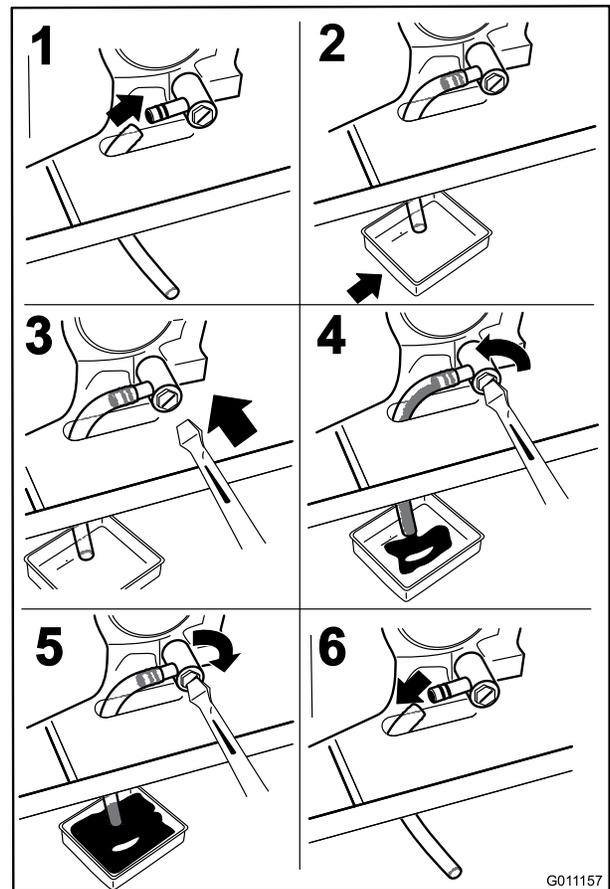

Figure 32
4. Avant de quitter la position de conduite, coupez le moteur, enlevez la clé de contact et attendez l'arrêt de toutes les pièces mobiles (Figure 32).